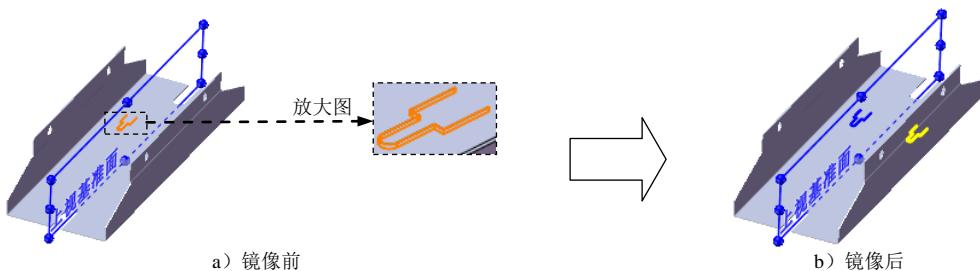

图 11.2.35 镜像 2
Step13. 创建图 11.2.35 所示的镜像 2。
- (1) 选择命令。选择下拉菜单 **插入(I)** → **阵列/镜向(E)** → **镜向(M)...** 命令。
- (2) 定义镜像基准面。选取上视基准面作为镜像基准面。
- (3) 定义镜像对象。选择切除一拉伸一薄壁 1 作为镜像 2 的对象。
- (4) 单击 按钮，完成镜像 2 的创建。